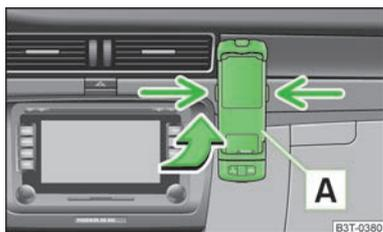

Fig. 130
- » Introduza primeiro o adaptador **A** no suporte, no sentido da seta » Fig. 130, até ao batente. Pressione o adaptador ligeiramente para baixo, até este encaixar de forma segura.
- » Prima simultaneamente os bloqueios laterais do suporte » Fig. 130 e retire o adaptador com o telefone.